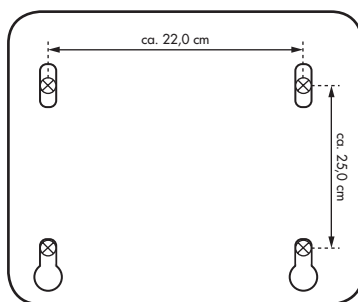

Abb. 1b: Bohrlöcher HGK 1000/2/1 TDF Premium
3. Markieren Sie die Bohrlöcher an der Wand (siehe Abb. 1b)